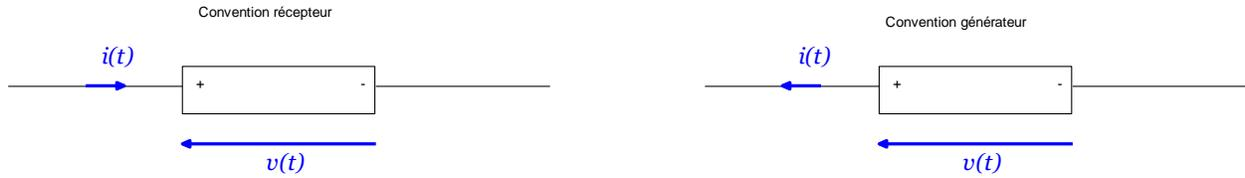

Figure 1. 31. Convention de signe
- Un **générateur** ou **source** donne de l'énergie au circuit électrique. On dit qu'il **produit physiquement** de l'énergie. C'est par exemple le cas d'une pile qu'on branche sur une lampe : la lampe brille parce que la pile lui donne de l'énergie lorsque l'interrupteur est fermé comme montré sur la **Figure 1. 32**.